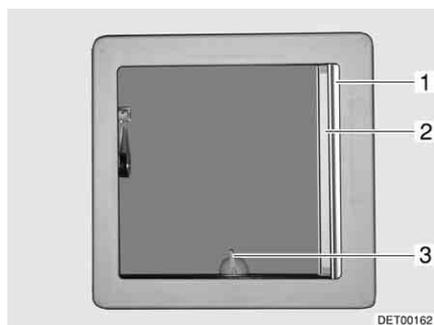

Fig. 13 Oblò inclinabile
- Per posizionare l'oblò inclinabile girare la leva (Fig. 13,3) in senso antiorario di un quarto di giro e spingere l'oblò inclinabile verso l'alto.
- Girare la leva (Fig. 13,3) in senso orario di un quarto di giro.
- Tirare la tendina oscurante pieghevole (Fig. 13,1) fino alla posizione desiderata e rilasciare. La tendina oscurante pieghevole rimane in questa posizione.
- Tirare la zanzariera a rullo (Fig. 13,2) fino a quando non scatta il bloccaggio dalla parte opposta.